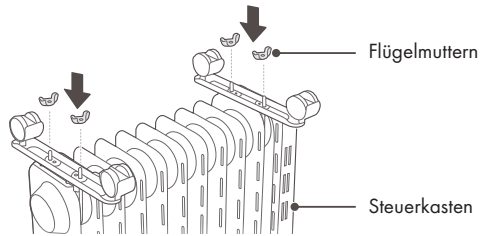

Abbildung 2
3. Befestigen Sie die beiden Rollensätze mit vier Flügelmutter und ziehen Sie diese fest, damit die Rollensätze nicht verrutschen können (siehe Abbildung 2). Drehen Sie das Gerät anschließend um und stellen Sie dieses mit den Rollen auf den Boden.